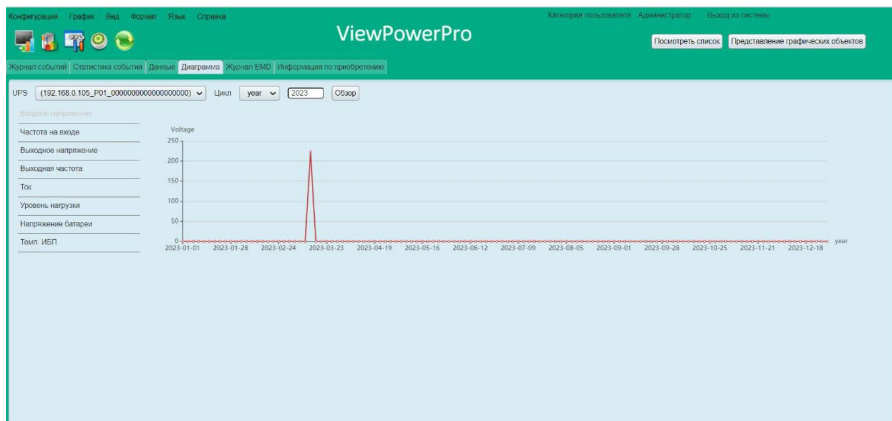

Рисунок 5-39
1. Выберите View/Обзор >> History/История >> Diagram/Диаграмма. См. рисунок 5-39.